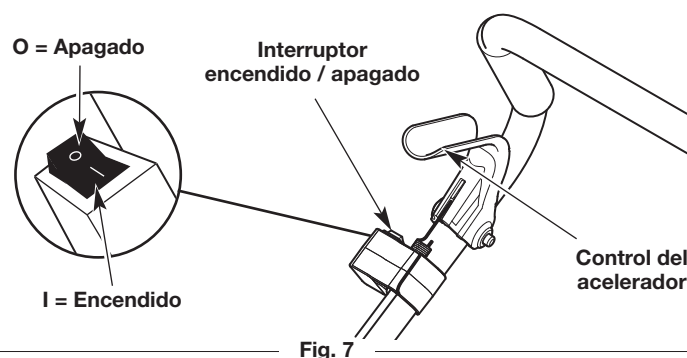

Fig. 7
NOTA: No hay necesidad de encender la unidad. El interruptor de Encendido/Apagado debe estar en la posición **Encendido (I)** en todo momento (Fig. 7).
4. Apriete y mantenga oprimido el control del acelerador (Fig. 7).
2. Oprima y mantenga apretado el interruptor de encendido/apagado en la posición **Apagado (O)** hasta que el motor se pare por completo (Fig. 7).